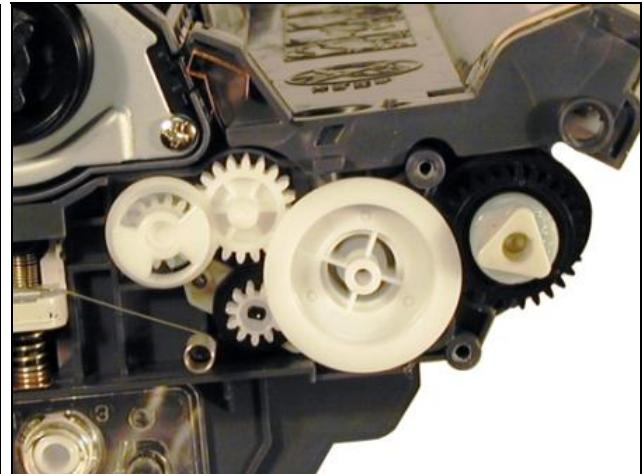
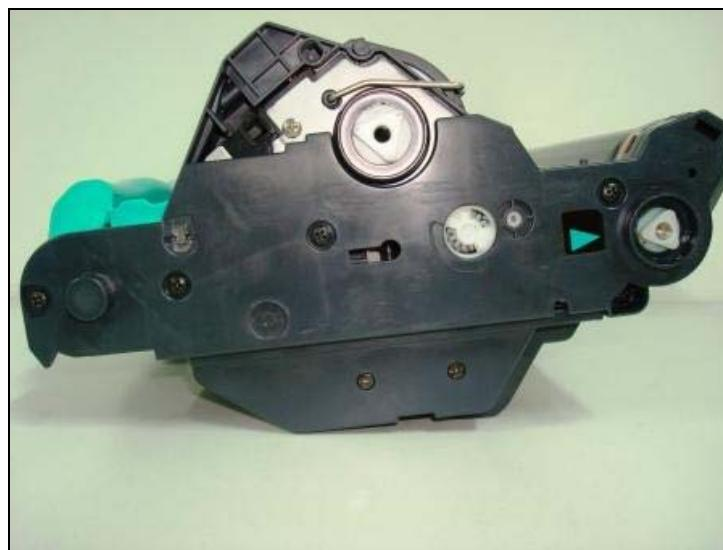

Ilustración 61
Ilustración 64
49. Instalar el pequeño engranaje impulsor en el tren de engranajes como se muestra. Este engranaje es también indicador y debe posicionarse en un solo sentido y coincidirá luego con el arco mayor grabado en la tapa. Ver ilustraciones 60, 61 ,luego confirmar con ilustración 64
52. Montar la cubierta lateral del lado contactos y verificar que exista la coincidencia del engranaje de la ilustración 61 con el arco marcado en la cubierta. La coincidencia de los arcos marca la puesta a punto necesaria para el adecuado funcionamiento de la unidad. Una vez efectuado el ajuste, instalar los cinco tornillos de la cubierta. Ver ilustración 64.